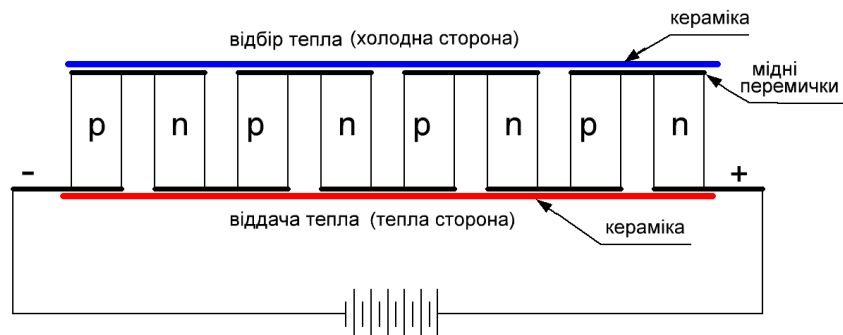

Рис. 1
**рис.1.** На малюнку показано чотири термоелементи, а в діючих ТЕО їх значно більше. Всі елементи включені послідовно за допомогою мідних перемичок, які припаюються до напівпровідникових елементів. На крайні елементи ТЕО подається напруга і через всі елементи протікає постійний струм. Якщо сказати образно: то термоелемент в режимі охолодження можна порівняти з «насосом», який «перекачує» теплоту з холодної сторони на теплу сторону.